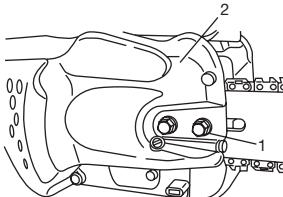

Fig. 1
- Quite la tuerca (1) de presión de la barra de cadena.
- Quite la tapa lateral (2), apretando parte trasera de la tapa lateral (2). (Fig. 1)
Luego, apretar provisoriamente la tuerca de fijación. (Fig. 1)